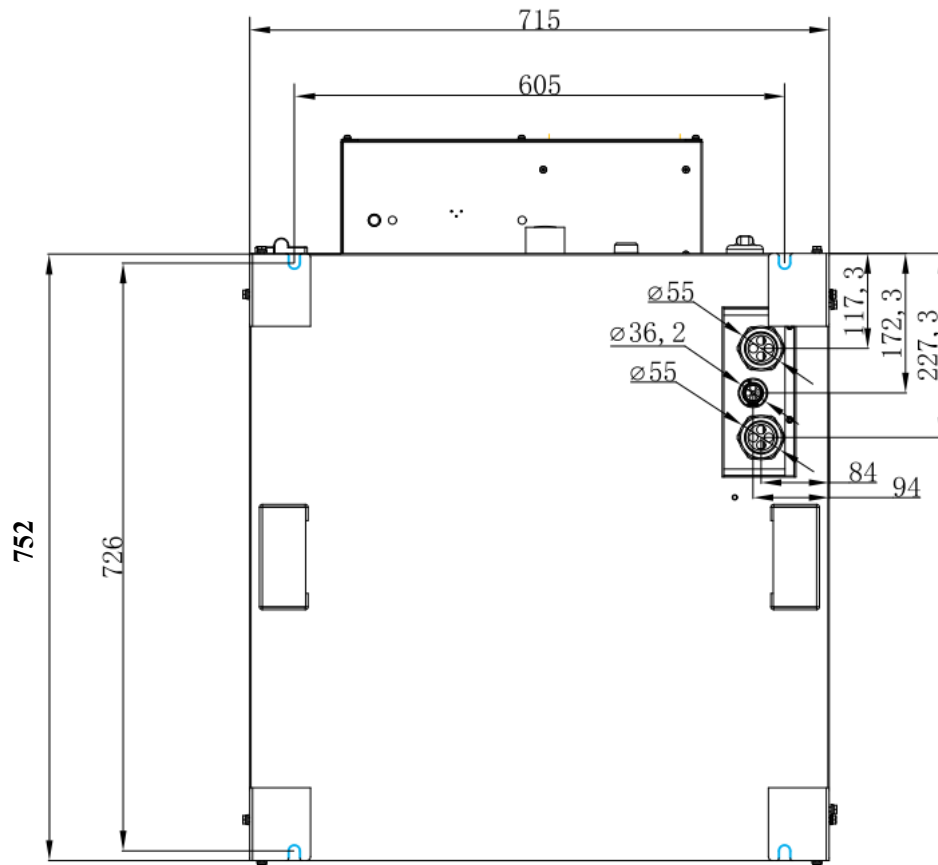

Abbildung 3.2.6 Position der Befestigungsschlitze an der Unterseite des Schrankes
Die Befestigungsschlitze an der Unterseite des Schrankes sind wie folgt angeordnet (Abbildung 3.2.6).
(1) Markieren Sie anhand von Abb. 3.2.6 die Position der Befestigungslöcher für den Sockel auf dem Betonfundament und bohren Sie die Löcher mit einem Schlagbohrer. Der Durchmesser der Löcher sollte 14 mm und die Tiefe 80 mm betragen.
(2) Nehmen Sie die 4 Stück Spreizbolzen (5099000031331) und schlagen Sie sie mit einem Gummihammer in die vier Löcher, sodass die Spreizbolzen vollständig in den Löchern sitzen.
(3) Entfernen Sie die Sechskantmutter, Federscheiben und Unterlegscheiben und legen Sie sie beiseite, um die Montage des Schrankes vorzubereiten.